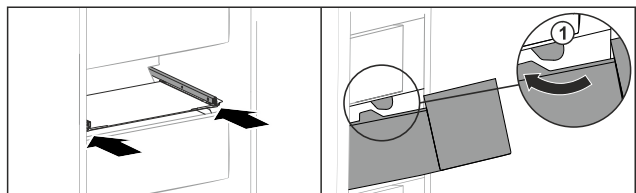

Fig. 146
- ▶ Ghidați sertarul în jurul opritorului Fig. 146 (1).